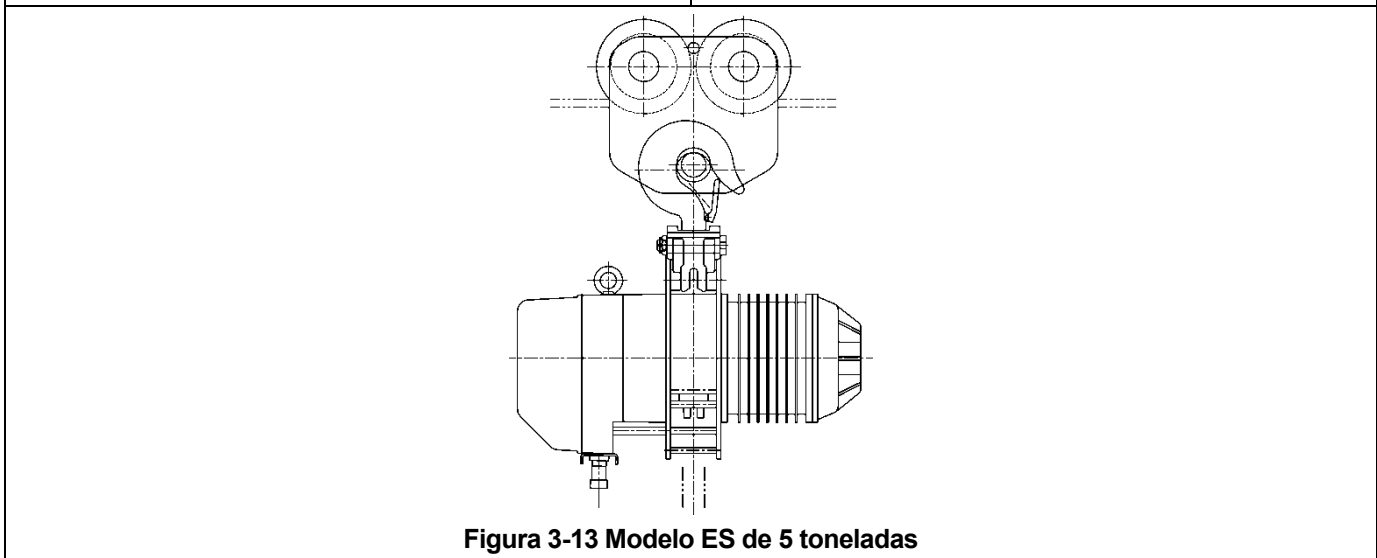

Figura 3-13 Modelo ES de 5 toneladas
- 6) ES de 5 toneladas: este polipasto/tecle se acopla al trole con una suspensión de gancho en el eje de suspensión del trole. Como se muestra en **Figura 3-13**.